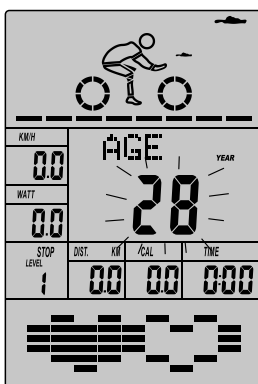

图 31
- 年龄的读数闪烁, 按 UP/DOWN 键 (或旋转) 设定用户的年龄, 然后按 ENTER 键确认所设置的数值。(如图 31)